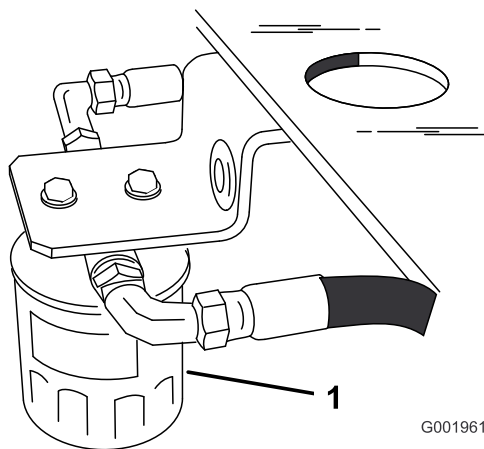

Figura 49
4. Localice el filtro debajo del depósito de combustible, y coloque un recipiente debajo del filtro (Figura 49).